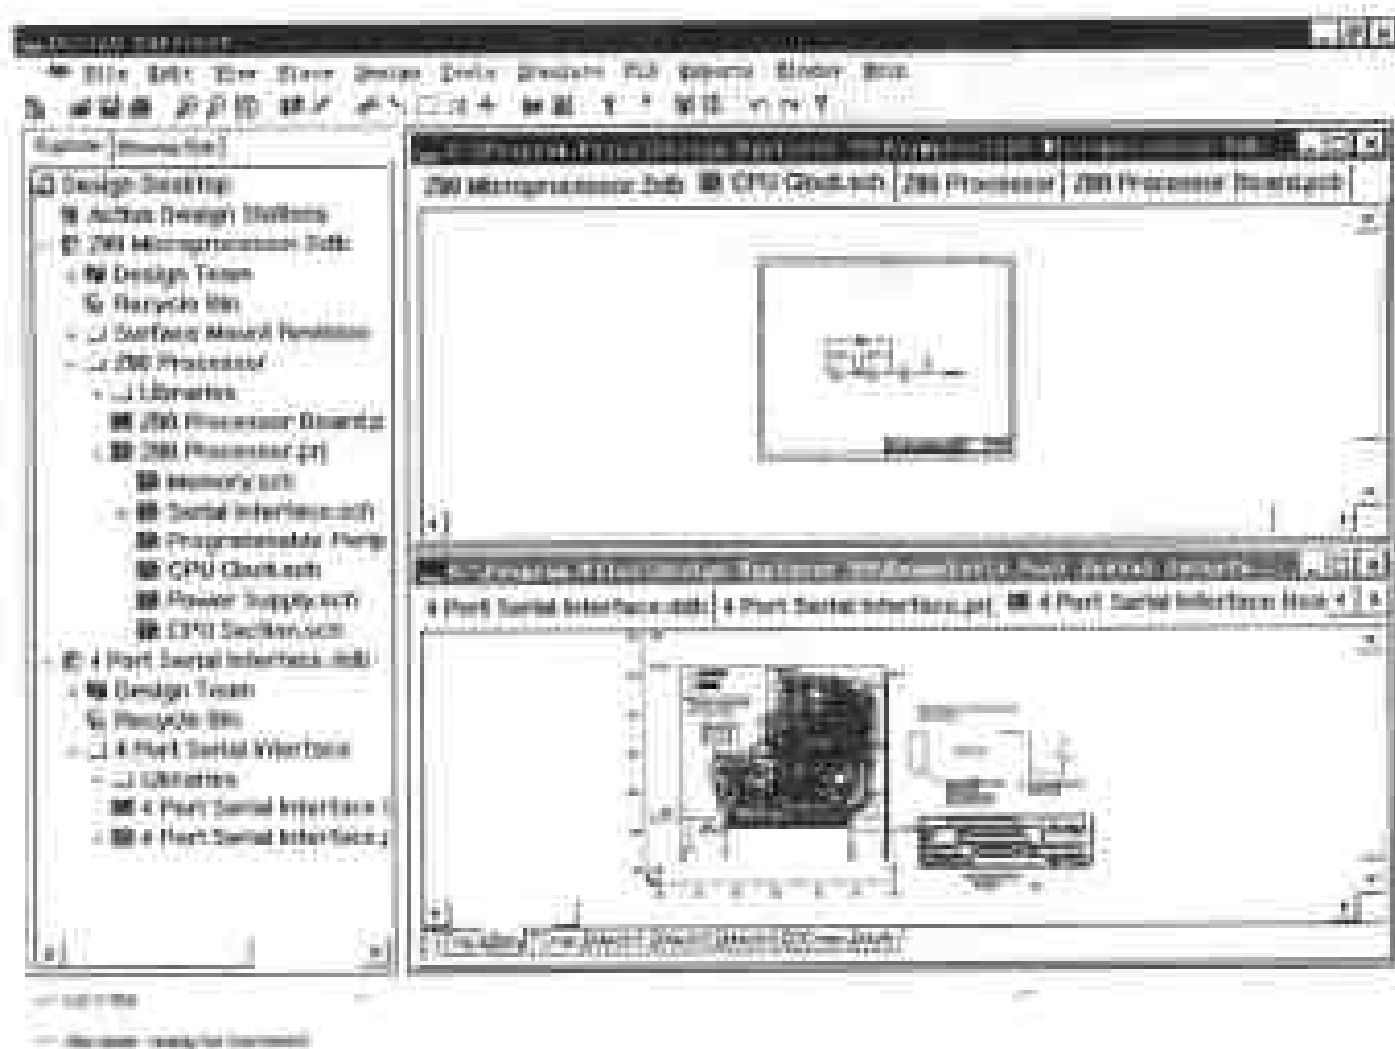

图 1-16 平铺显示工作窗口
(1) Tile 项: 工作窗口平铺显示, 如图 1-16 所示为打开两个设计数据库的工作窗口平铺显示。